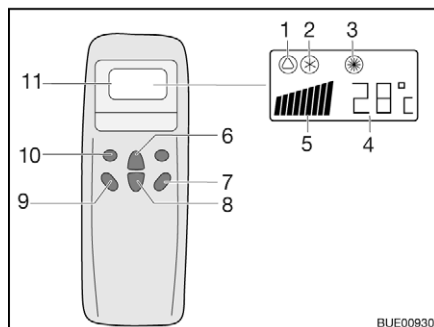
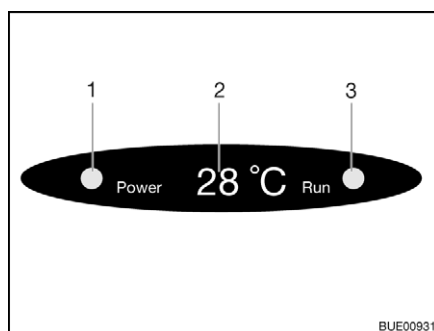

Fig. 138 Télécommande
Fig. 139 Affichage sur le diffuseur
- Appuyer sur la touche "ON/OFF" (Fig. 138,7).
- Appuyer sur la touche "Mode" (Fig. 138,10) autant de fois que nécessaire pour que le mode de fonctionnement souhaité (Fig. 138,1, 2 ou 3) s'affiche à l'écran. Le voyant de contrôle correspondant s'allume sur l'écran du diffuseur (Fig. 139,3).
- Régler la température souhaitée avec les touches d'augmentation de la température (Fig. 138,6) ou de diminution de la température (Fig. 138,8).
- Sélectionner le niveau de ventilation souhaité à l'aide de la touche de vitesse du ventilateur (Fig. 138,9).